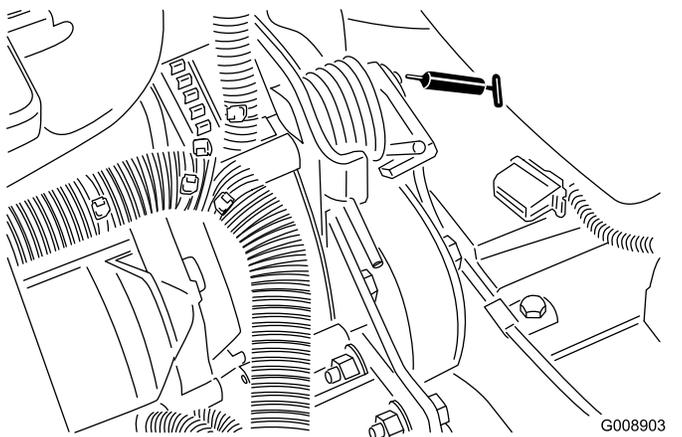

Рисунок 59
- Ось поворота механизма натяжения ремня (Рисунок 59)